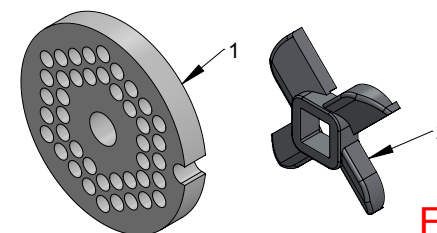

Figura 02
2.1.2 Para um bom funcionamento, mantenha a faca (Item 01, figura 02) e o disco (Item 02, figura 02) sempre afiados.